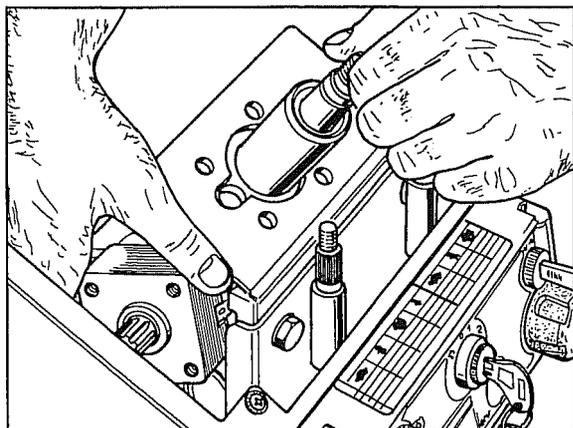

Abb. 62
3. Die Leitungen unter die Hydrolenkung schieben, die Hydrolenkung dann wie in der Abb. 62 gezeigt seitlich herausziehen.